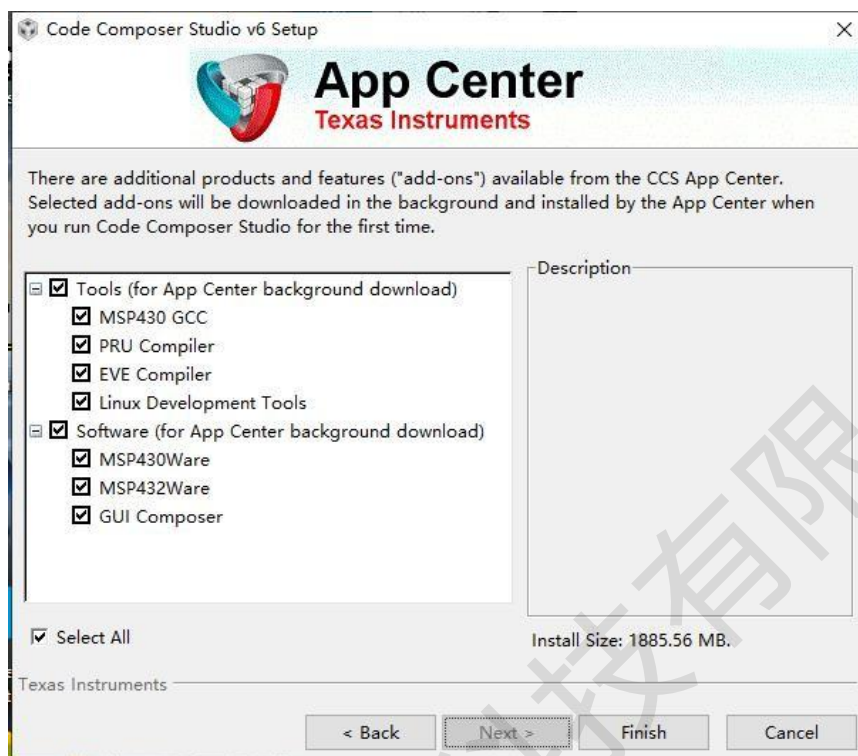

图 1-5
5、根据自己的需求选择，这里依然全选，然后点击“Finish”，见下图 1-5 所示：